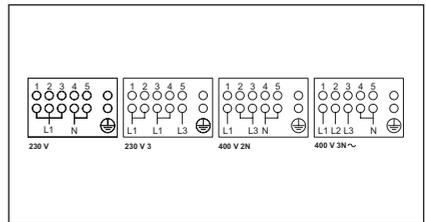

fig. 9
- Vous trouverez également ce schéma apposé à l'arrière de la cuisinière (fig. 9) Selon le type de connexion que vous souhaitez.